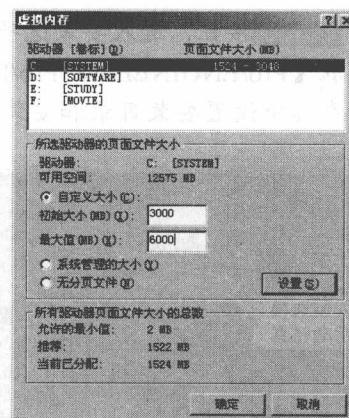

图 1-6 【虚拟内存】对话框
(3) 在【虚拟内存】选项组内单击【更改(C)】按钮，弹出【虚拟内存】对话框，如图 1-6 所示。
(4) 在【驱动器卷标】列表栏中选择 Pro/E 的安装驱动器。
(5) 设置【所选驱动器的页面文件大小】选项组。一般情况下，虚拟内存设置为物理内存的 2 倍即可。假设系统物理内存为 1GB，设置【初始大小】为 2GB，【最大值】为 4GB，单击【设置(S)】按钮。
(6) 单击【虚拟内存】对话框中的【确定】按钮，回到【性能选项】对话框。